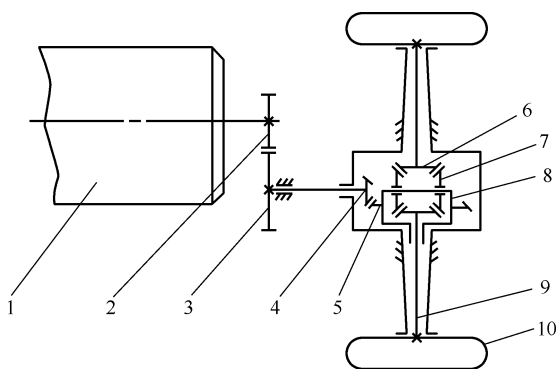

图 1-29 电动叉车传动系统
(4) **电传动系统** 由于电动机的反转和调速由电气控制系统来完成,所以无需离合器和变速器。电传动系统主要有两种形式,一种是单级传动,一种是两级传动,还有个别的采用左后轮为驱动轮,如图 1-29 所示。